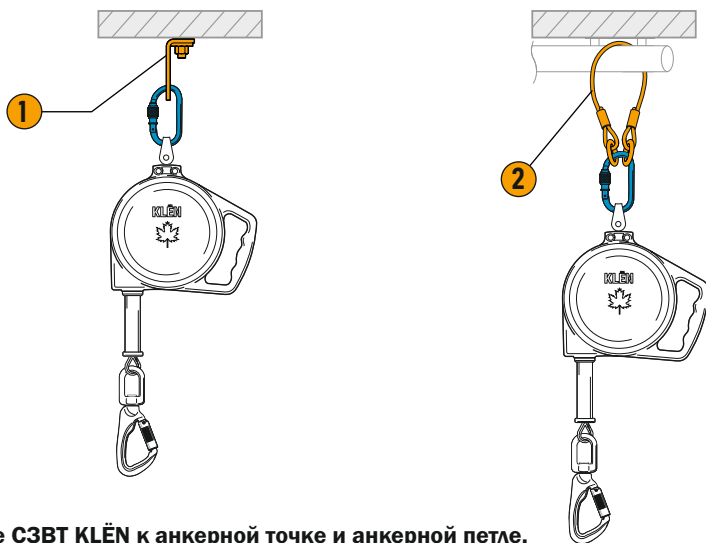

Рис. 12 Крепление СЗВТ KLĚN к анкерной точке и анкерной петле.
3. Соединить овальный карабин с анкерной точкой (1) или анкерной петлей (2) (рис. 12).